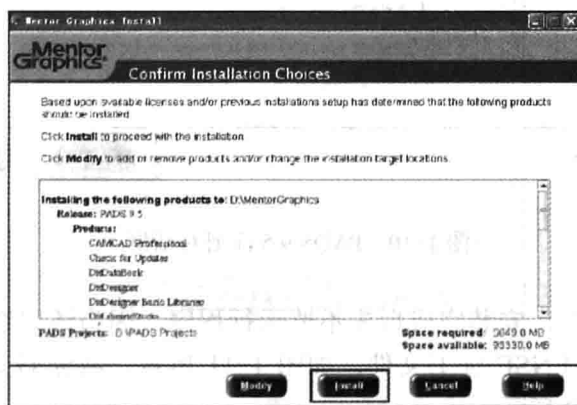

图 1-8 设置安装路径后的“Confirm Installation Choices”对话框
(6) 返回到“Confirm Installation Choices”对话框，其中列出了安装所需的磁盘空间大小。如果出现红色提示“WARNING: space required exceeds space available!!”，则表示所要安装的磁盘空间不足，需要回到上一步另外选择安装路径；如果没有提示，则单击【Install】按钮，进入下一环节，如图 1-8 所示。